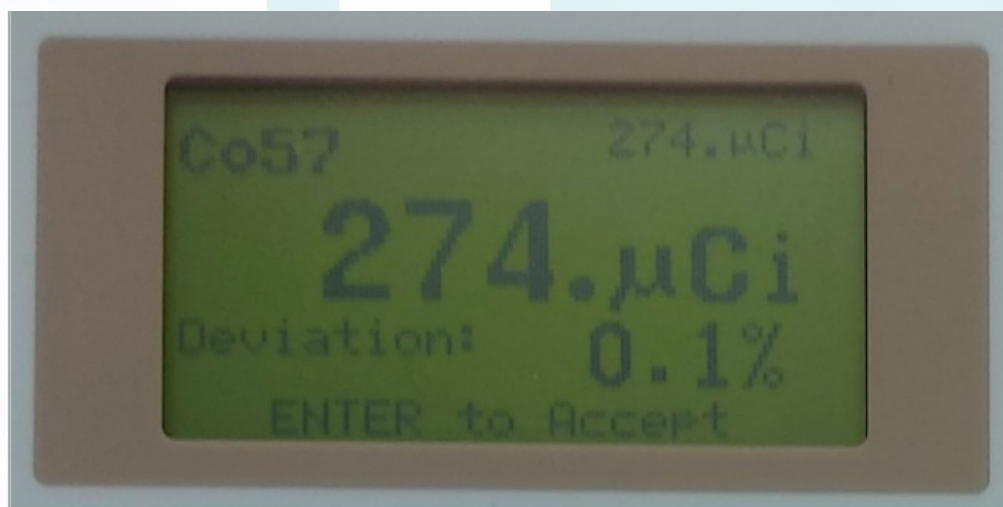

Figura 9 - Medida da fonte de Cobalto
4.14. Aguardar a exibição dos valores na tela e anotar os resultados na planilha: o campo "A MEDIDA" será preenchido pelo resultado apresentado no centro da tela, o campo "A TEÓRICA" será preenchido pelo valor apresentado no canto superior direito da tela e o campo "DESVIO (%)" será preenchido com o valor apresentado no canto inferior direito da tela, conforme Figura 9. Pressionar ENTER para concluir a medida;